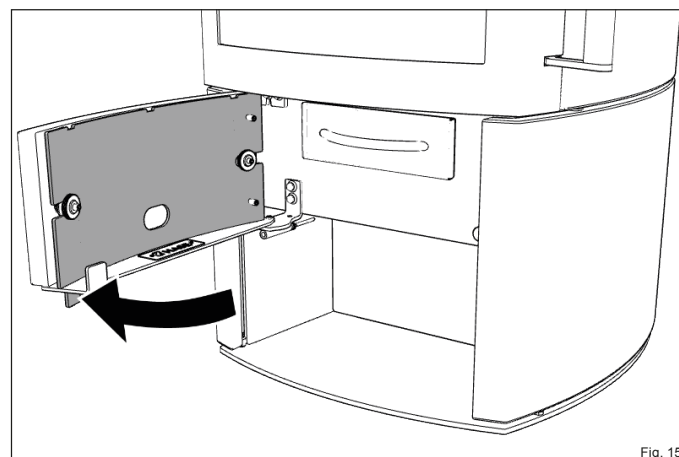

Fig. 15
- ▶ **Ouvrez la porte de commande (Fig. 15).**
- Ouvrez la porte de commande (Fig. 15).